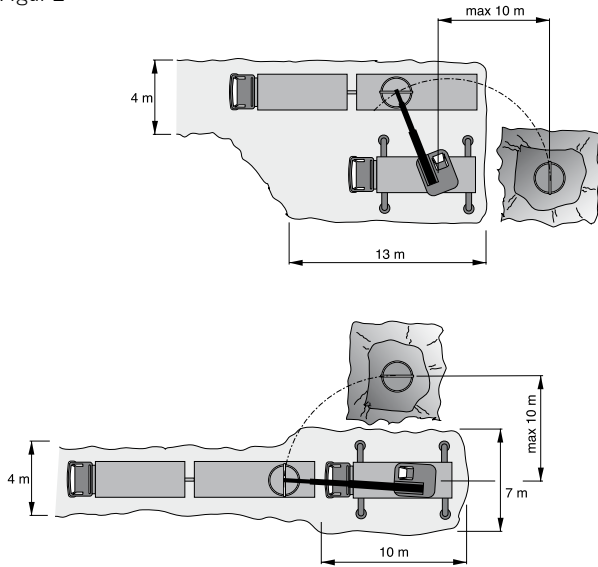

Figur 1c
- Montera PE-halsen F (figur 1) genom att smörja packningen E och trycka ned halsen med packning i urtaget på täckplattan (figur 1c).